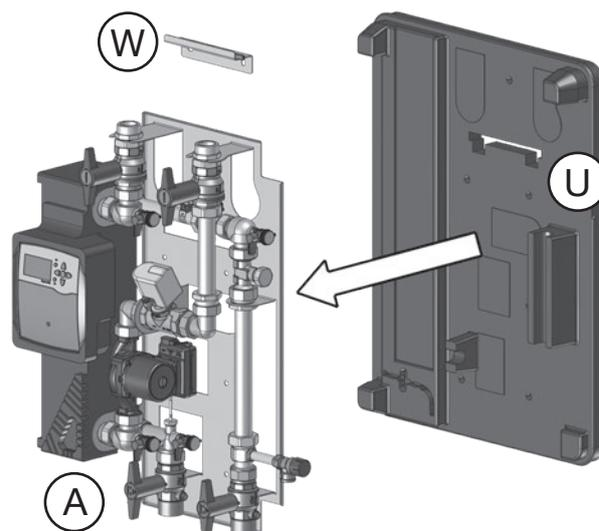

Fig. 4.1: Sortir le groupe de robinetterie de la partie arrière de la coquille d'isolation
3. Sortir le groupe de robinetterie (A) de la partie arrière de la coquille d'isolation (U) (Fig. 4.1).